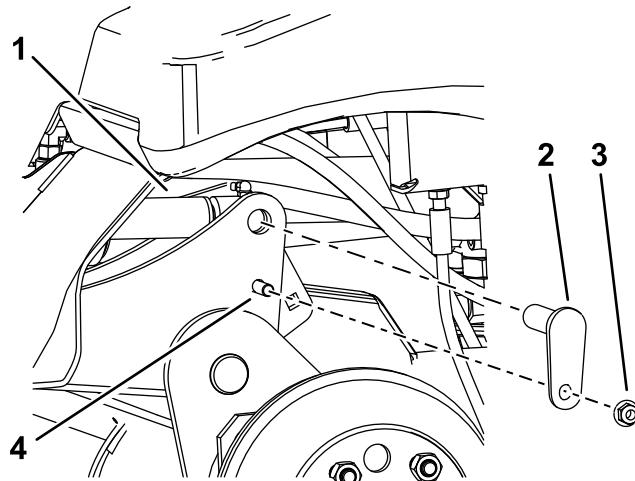

図 9
- C. ポンチを使って、シリンダロッドの穴と昇降アームの穴を揃える図9。
D. ボルト3/8 x 1 1/4"2本、ナット3/8"2個、小さいピン2本を使用して、昇降アームをシリンダに固定する図9。